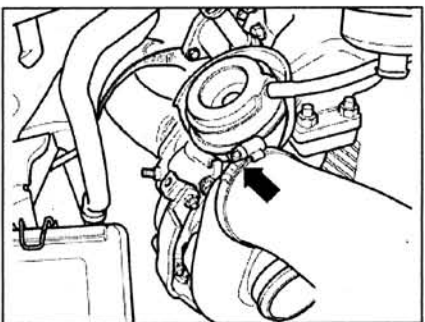

Рис. 2.141. Отсоедините нагнетающий патрубок (стрелка) от турбокомпрессора.
4. Отсоедините нагнетающий патрубок (стрелка) от турбокомпрессора (рис. 2.141).